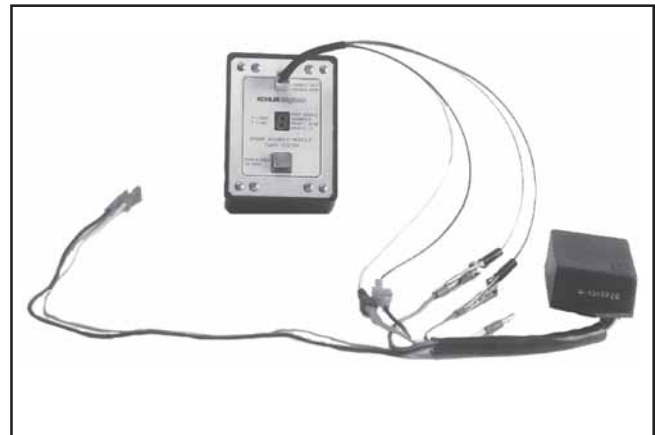

Figure 8-13.
3. Débrancher les câbles de test jaune et marron des longs câbles du module. Connecter le câble marron du testeur au câble marron court du module. Connecter le câble jaune du testeur au câble jaune (ou rose) court du module. Voir la Figure 8-13. Laisser les câbles rouge et vert branchés. Effectuer de nouveau l'étape 2.